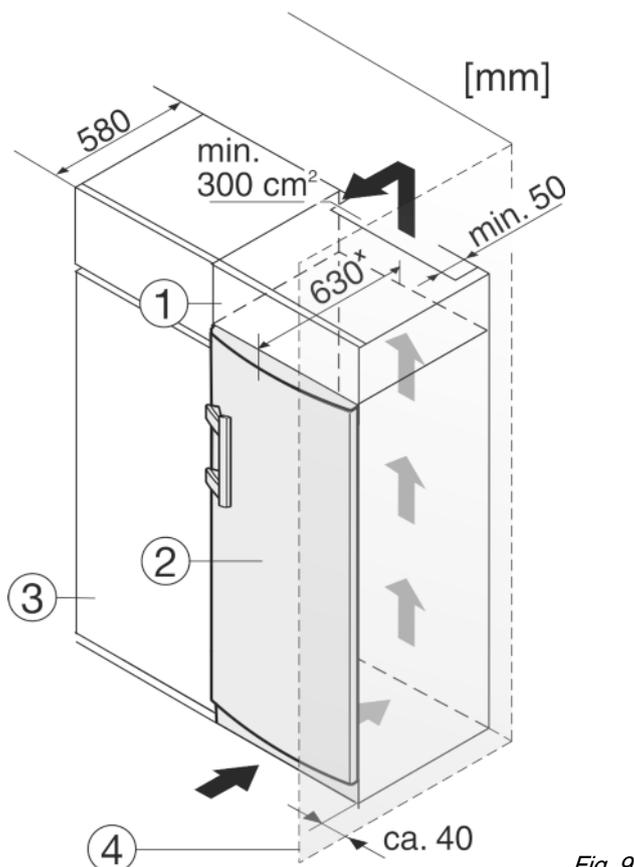

Fig. 9
Устройство может быть окружено предметами кухонной обстановки. Чтобы уравнять устройство Fig. 9 (2) по высоте с кухонной стенкой, можно установить над устройством соответствующий дополнительный шкафчик Fig. 9 (1).
При комбинировании с кухонными шкафами (глубина макс. 580 мм) устройство можно установить непосредственно рядом с кухонным шкафом Fig. 9 (3). Устройство выступает сбоку на 34 мм^x и по центру на 50 мм^x относительно передней стенки кухонного шкафа.
Если устройство установлено на шарнирах у стены Fig. 9 (4), то расстояние между устройством и стеной должно быть не менее 40 мм. Настолько выступает ручка при открытой двери.